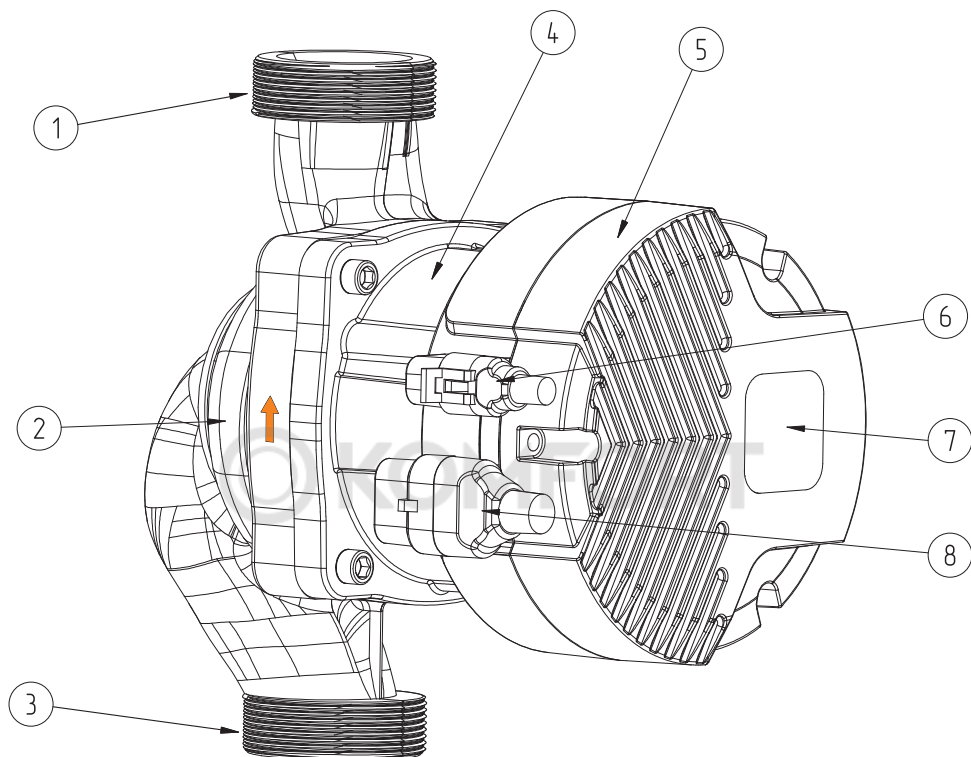

Рис.2 Устройство насосов EcoRING II
Подключение штекера осуществляется к соответствующему разъему, расположенному на блоке управления (**Рис.2, поз.6**).
2. Установить штекер сигнального кабеля в разъем (**Рис.2, поз.6**);